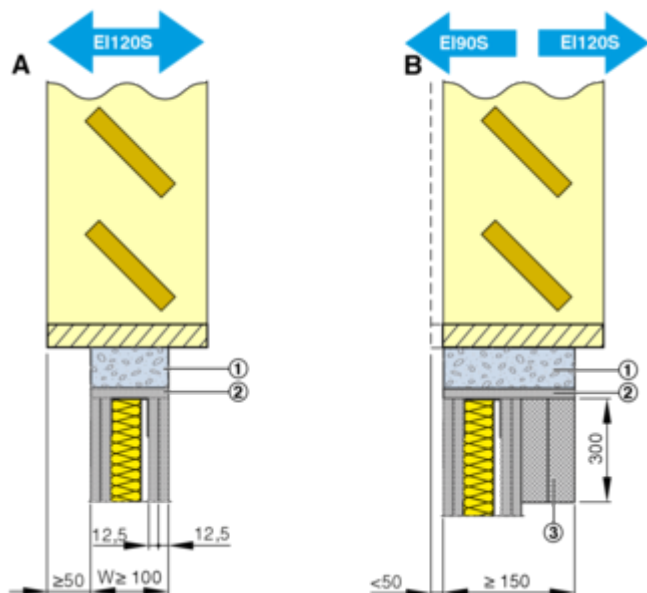

Fig. 40: EK-JZ Installazione centrata o a filo su un lato (sporgenza <50 mm)
A filo su un lato (Fig. 40 /B)
- A partire da un'altezza della serranda di ≥ 1030 mm e da uno spessore della parete <150 mm, prevedere un supporto della serranda posteriore o lato albero (Fig. 40 /3), ad esempio con PROMATECT LS35, L500, AD40.